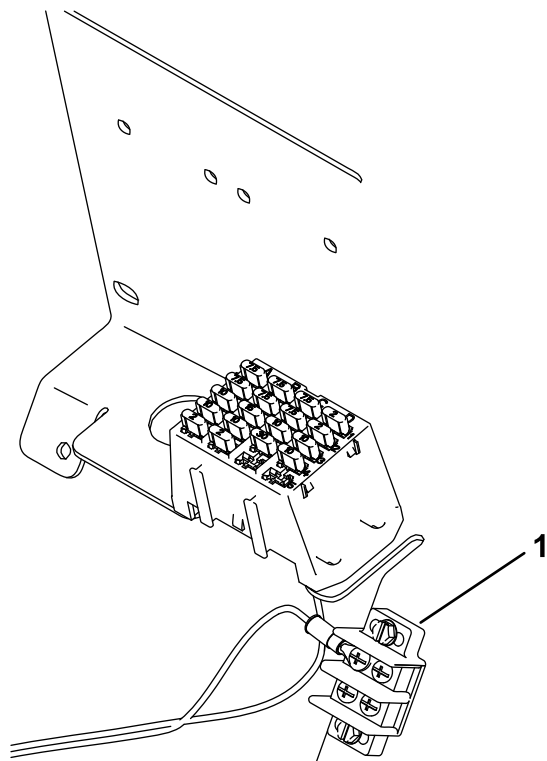

Bild 6
5. Befestigen Sie den Kabelschuhanschluss an einer unbelegten Anschlussklemme am Erdungsblock (Bild 6).